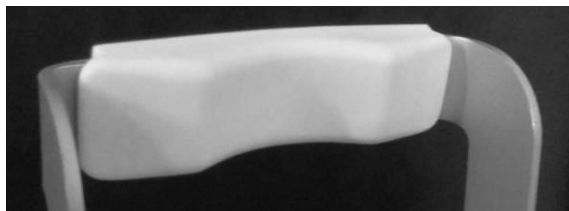
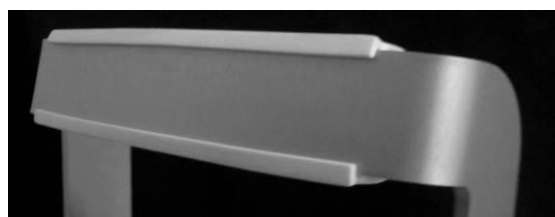

Fig. 7 – Lado del paciente del descanso de la frente
Fig. 8 – Lado trasero del descanso de la frente
- adhiera el descanso de la frente de silicona (incluido en la caja de herramientas) al armazón del apoyacabezas como se muestra en las siguientes imágenes (Fig. 7 y Fig. 8) **[disponible únicamente en la edición de 2013]**;